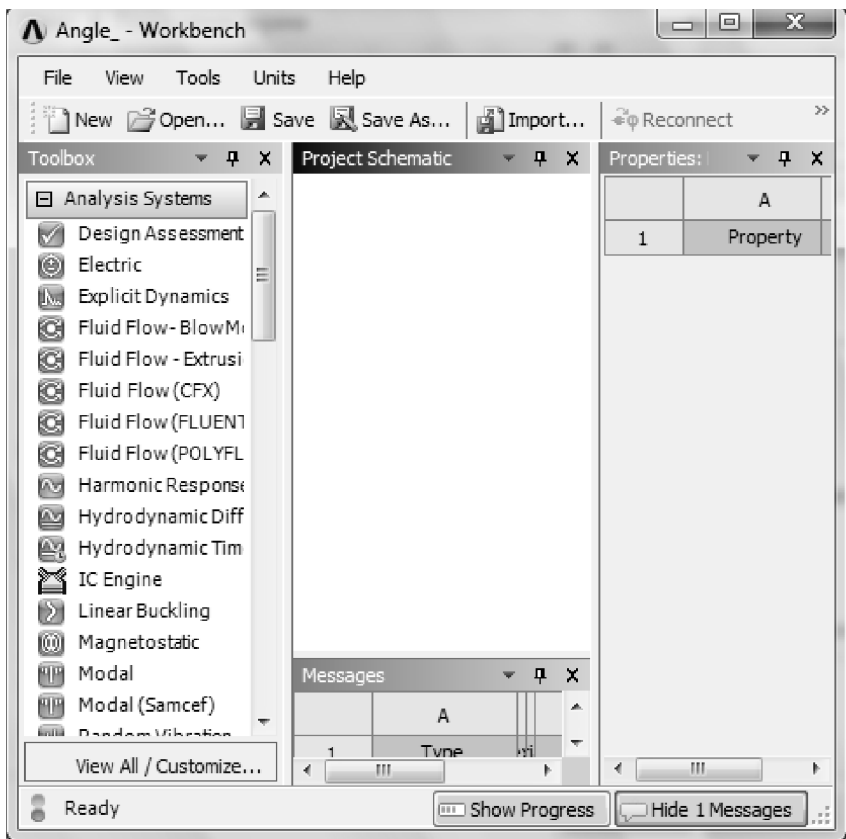

Рис. 3.3
1) Запустите ANSYS Workbench: Start> All Programs> ANSYS 14.0> Workbench 14.0. Окно Workbench показано на рис. 3.3.